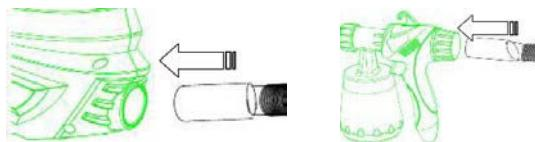

Рис.2. Подсоединение воздушного шланга
6.3.Установить воздушный шланг. Плотно вставить воздушный шланг в разъемы турбонагнетателя и краскопульта, см.рис.2